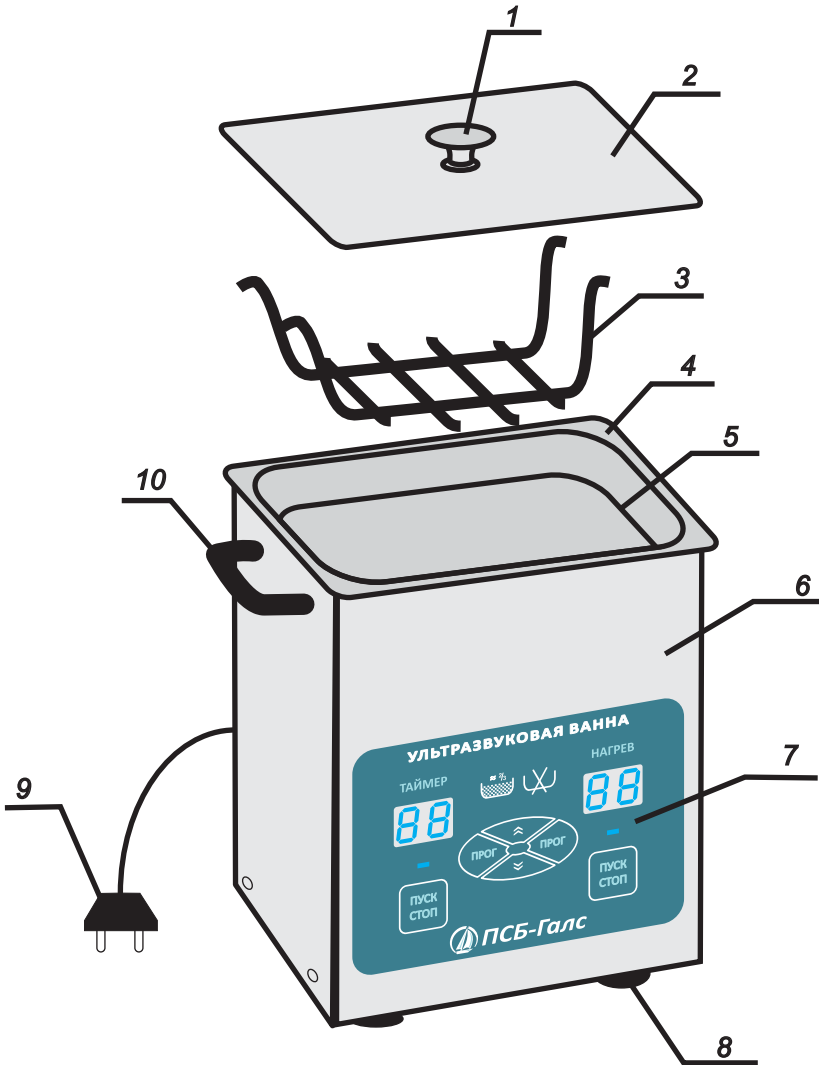

Рисунок 1.
2.1.5. На ИЗДЕЛИИ объёмом от 4,0 литров конструкцией предусмотрены ручки 10 (рисунок 1) с двух сторон для переноса ИЗДЕЛИЯ.
6.6. Залить в ванну 4 (рисунок 1) моющий раствор до метки 5 (рисунок 1). При этом следует помнить, что ИЗДЕЛИЕ может быть включено только после того, как водный раствор будет залит.
6.7. Закрепить по бокам ванны подвесную решётку 3 (рисунок 1).
6.8. Подключить вилку сетевого шнура 9 (рисунок 1) к розетке электросети 220 В, 50-60 Гц.